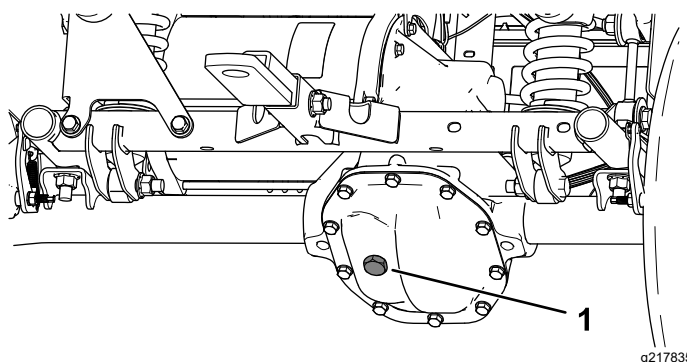

Bild 49
4. Entfernen Sie die Füllschraube am Getriebe (**Bild 49**).
5. Wenn der Ölstand niedrig ist, nehmen Sie die Füllschraube ab und füllen Sie die angegebene Ölart ein, bis das Öl aus dem Loch ausläuft (**Bild 49**).
4. Entfernen Sie die Füllschraube am Getriebe und füllen Sie das Getriebe mit Öl der angegebenen Sorte, bis es aus dem Füllloch ausläuft (Bild 49).